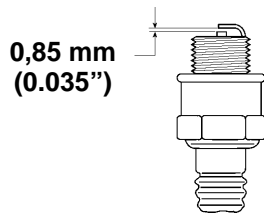

Figure 18
- Régler l'écartement des électrodes à 0,85 mm (0.035") (Fig. 18).